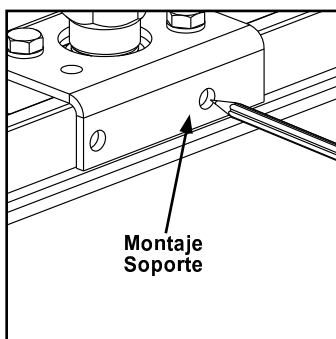

Figura 3-18
- Paso 1. Use soporte de montaje de riel como plantilla para marcar el riel. Vea Figura 3-18.